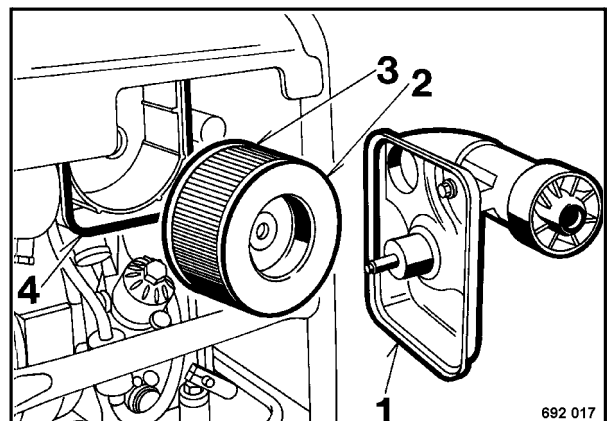

Fig. 3
- Colocar el cartucho filtrante 3 (Fig. 3) con la tapa protectora (2) en la carcasa.